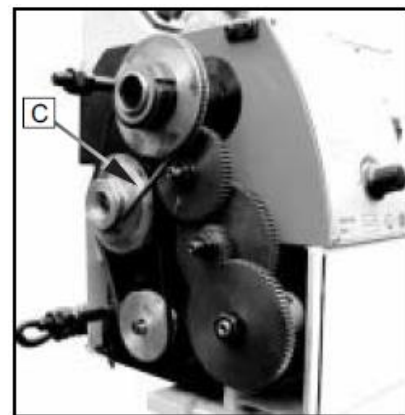

Рис. 16
2. Отрегулируйте клиновой ремень (С, Рис. 16) в соответствующую позицию.